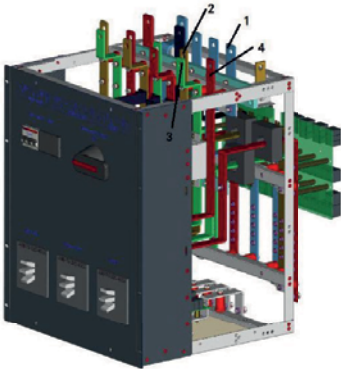
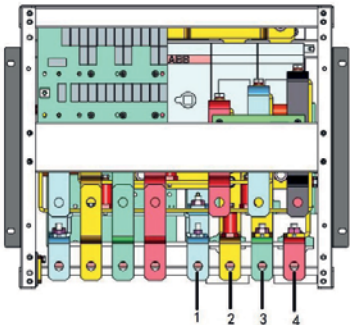
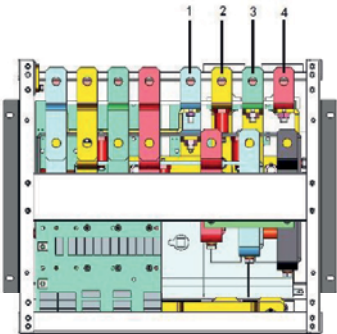
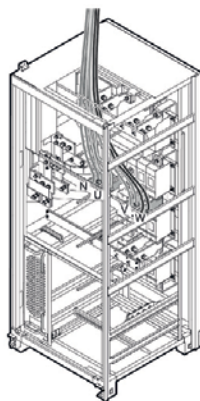

Рис. 2-38 Подключение выходного кабеля переменного тока (200 кВА)
Рис. 2-39 Подключение выходного кабеля переменного тока (вход снизу, 300 кВА)
Рис. 2-40 Подключение выходного кабеля переменного тока (верхний ввод, 300 кВА)
Рис. 2-41 Подключение выходного кабеля переменного тока (500 кВА)
Последовательно подключите выходной кабель к клеммам N и A (U), B (V) и C (W) выхода, как показано на рис. 2-38, рис. 2-39, рис. 2-40 и рис. 2-41.